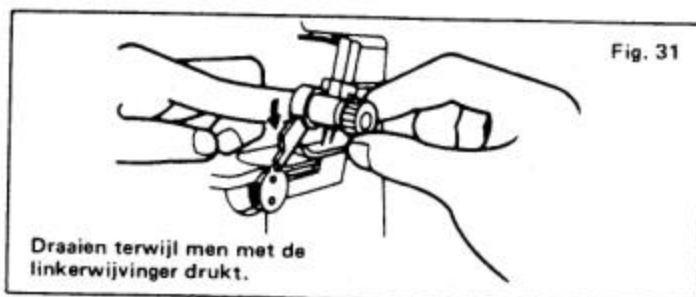

Fig. 31
2. Zoals aangeduid in fig. 31 de meshouder met de wijsvinger van de linkerhand naar rechts drukken en tegelijkertijd de meshouder draaien totdat de snijkant naar beneden is gericht. De meshouder dan loslaten en doordraaien totdat de meshouder met een "klik" gezeurd wordt in de uitsparing.